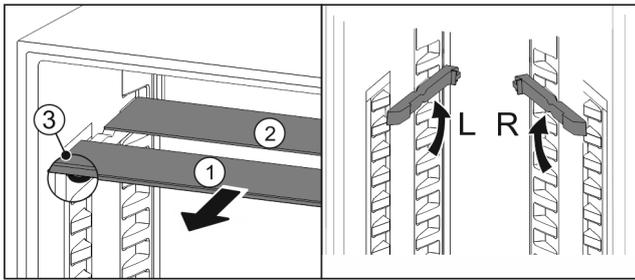

Fig. 90
- ▶ Посуньте Fig. 90 (1) скляну панель вперед.
- ▷ Скляна панель Fig. 90 (1) з декоративною планкою лежить спереду.
- ▷ Стопори Fig. 90 (3) показують вниз. Пристрої з морозильною камерою.*